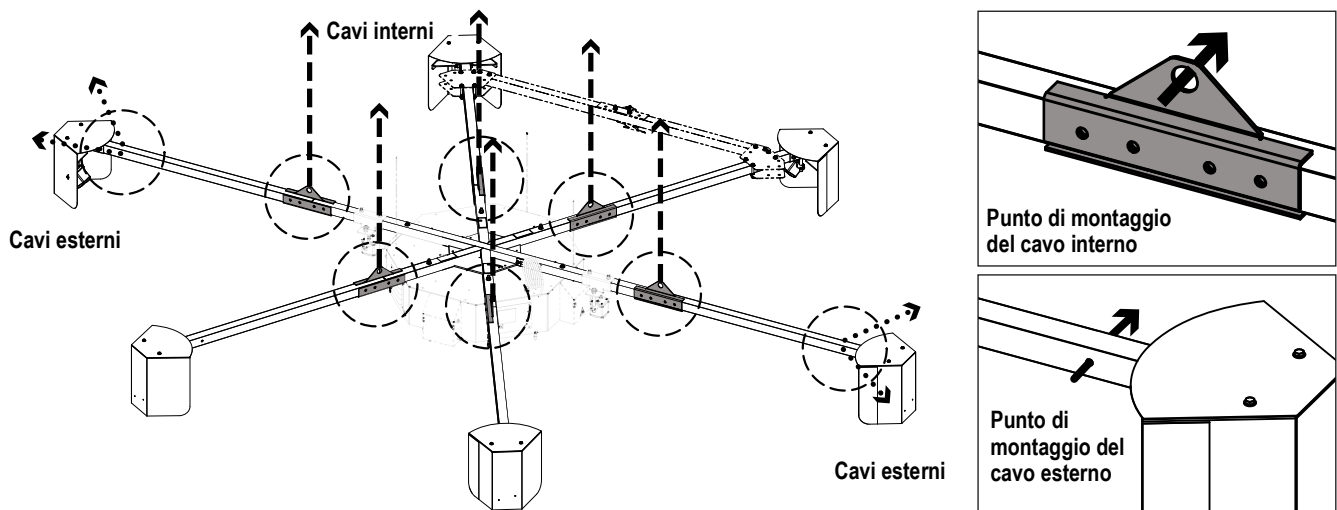

Figura 1. Punti di montaggio di iDimension
4. Fissare un tirante (PN 169960) a ciascun punto di montaggio del cavo interno del sistema di dimensionamento (Figura 1 a pagina 2).